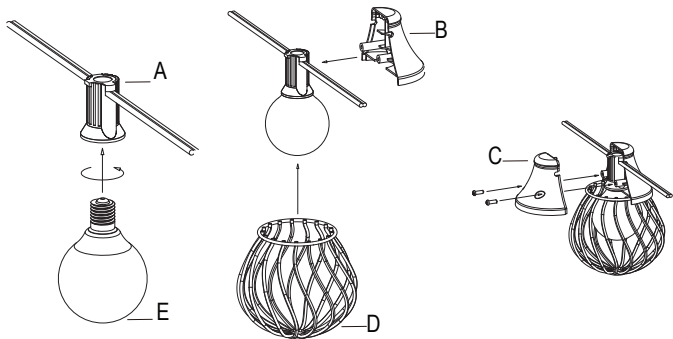

Figura 1
- Gire la bombilla (E) en la tapa de la lámpara (A), sujete la tapa de la lámpara (A) con la tapa de la jaula 2 (C), coloque la jaula de metal (D) en la tapa de la jaula 2 (C), luego sujete la jaula de metal (D) con la tapa de la jaula 1 (B), fíjela con tornillos. Figura 1.